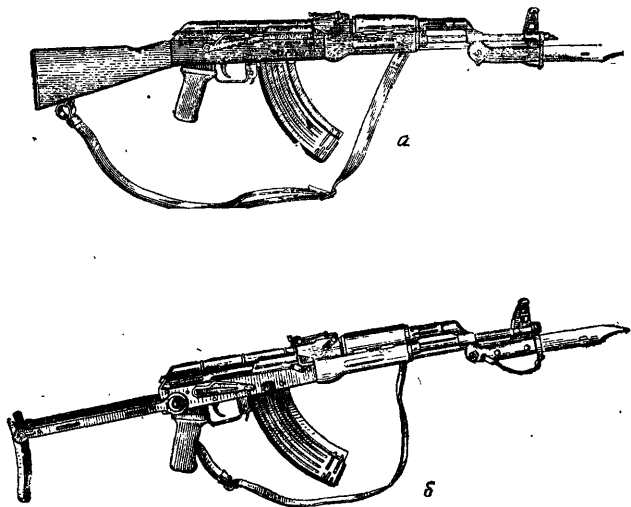

Рис. 1. Общий вид автомата Калашникова:
1. 7,62-мм модернизированный автомат Калашникова (рис. 1) является индивидуальным оружием и предназначен для уничтожения живой силы противника. Для поражения противника в рукопашном бою к автомату присоединяется штык-нож.